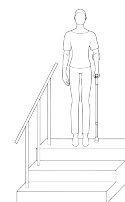
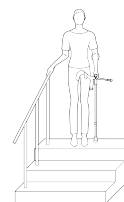

figura 4
figura 5
**Uso de las escaleras:** El usuario puede pedir instrucciones a un especialista sobre cómo subir escaleras con muletas. Para subir escaleras con una sola muleta, el usuario debe agarrarse a la barandilla con la mano libre (figura 4). Si utiliza dos muletas, el usuario debe coger las dos con una mano y agarrarse a la barandilla con la mano libre para subir escaleras (figura 5). Cuando suba escaleras, no se apoye únicamente en las muletas, sino que utilice siempre una ayuda para subir escaleras que sea independiente de las muletas, como un pasamanos.